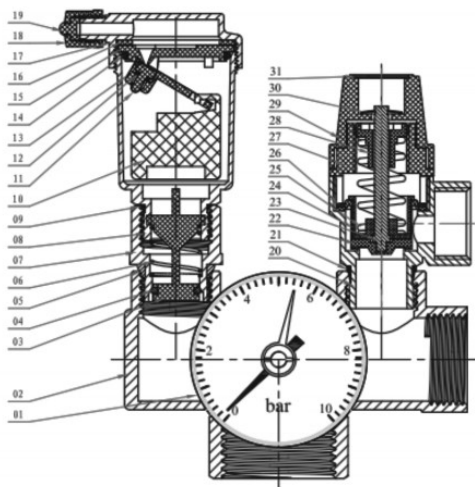

рис. 1
- 2.8. Материалы основных деталей таблица и рис. 1: